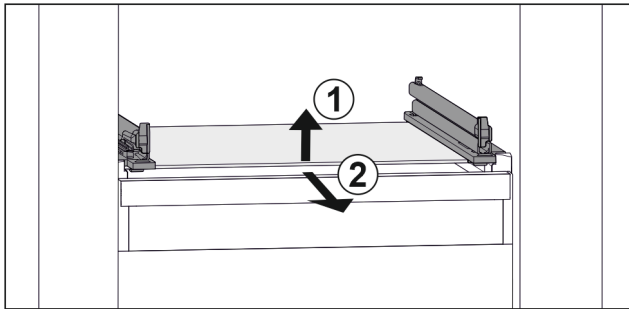

Fig. 97 Lasihyllyn esimerkinomainen kuvaus
- Nosta lasihyllyä edestä. Fig. 97 [1]
- Poista lasihylly vetämällä sitä eteenpäin. Fig. 97 [2]